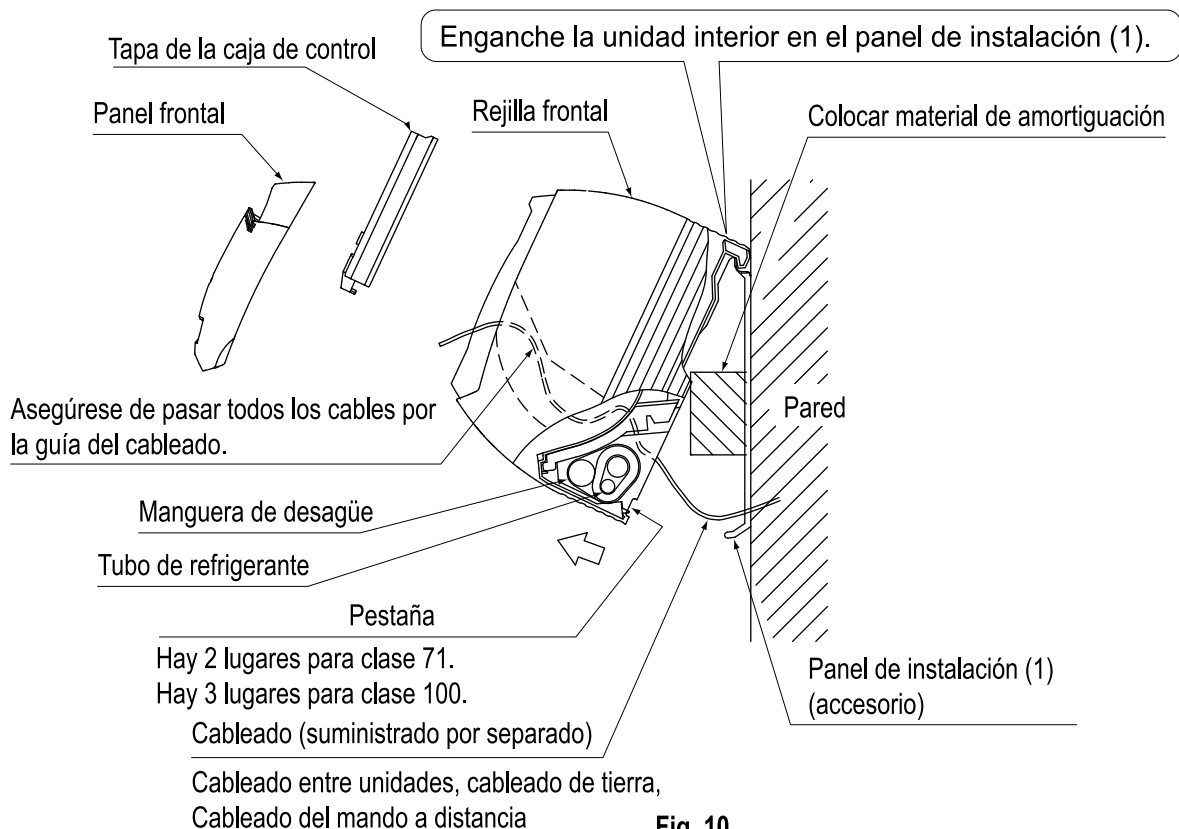

**Fig. 9**
**(Refiérase a la Fig. 9)**
- Moldee la tubería refrigerante local con antelación, haciéndola coincidir con las marcas del tubo de líquido y de gas grabadas en el panel de instalación (1).